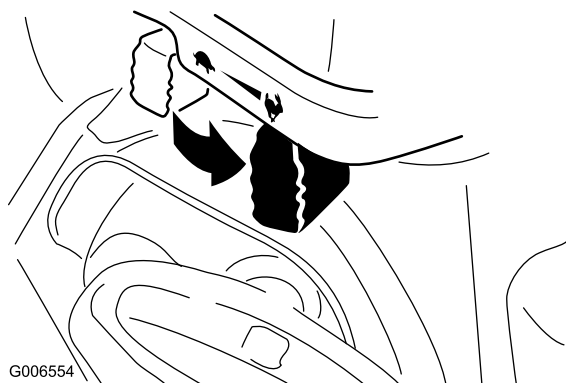

Figure 24
6. Placez la commande d'accélérateur en position haut régime (Figure 24).